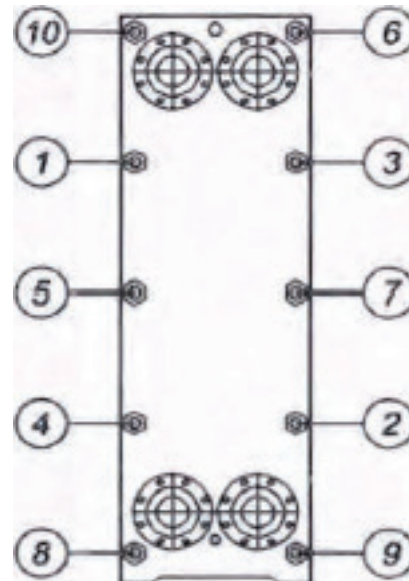

Figure 4.3 Exemple d'une séquence de serrage manuel
- Serrer le faisceau en utilisant les guides diagonalement inversés (voir figure 4.3). S'assurez que les fonds restent parallèles de 0.25 à 0.5 pouces l'un de l'autre.